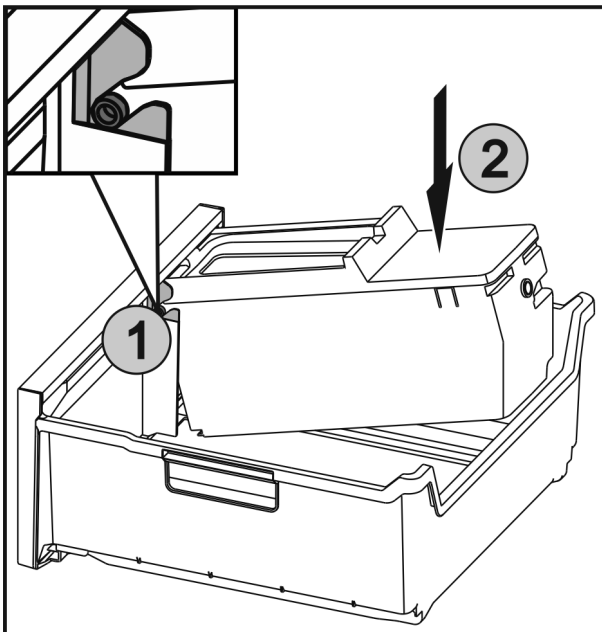

Fig. 42
- ▶ Împingeți axele Fig. 42 (1) de la EasyTwist-Ice în ghidaje și presați partea din spate Fig. 42 (2) până când eclisa se fixează.